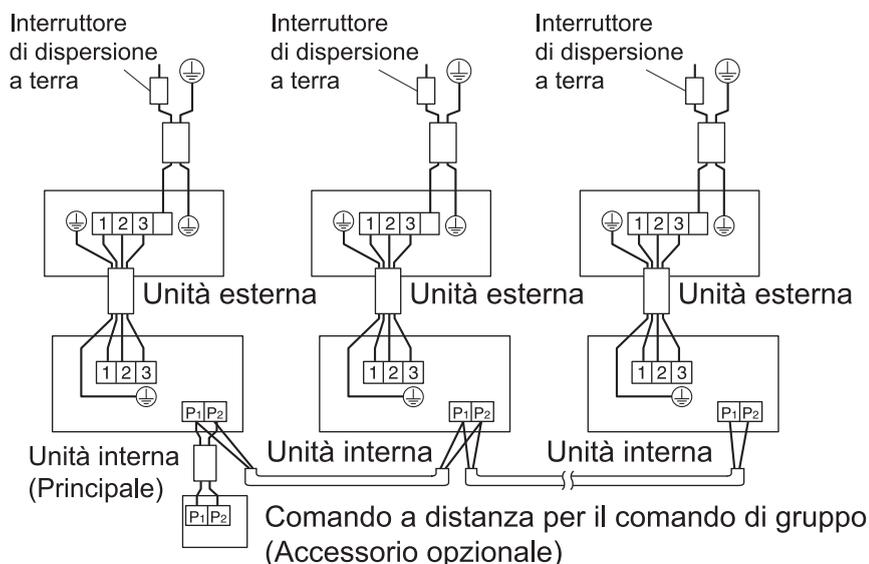

Fig. 35
- **Comando di gruppo:** il comando a distanza 1 controlla fino a 16 unità interne (tutte le unità interne funzionano in conformità con il comando a distanza). **(Fare riferimento alla Fig. 35)**
- (1) Rimuovere il coperchio della scatola di controllo. **(Fare riferimento a "9. MODALITÀ DI ESECUZIONE DEI COLLEGAMENTI ELETTRICI ED ESEMPIO DI COLLEGAMENTO".)**
- (2) Posare degli attraversamenti tra i terminali (P1, P2) nella scatola di controllo per il comando a distanza. (Non esiste polarità). **(Fare riferimento alla Fig. 35 e alla Tabella 3)**